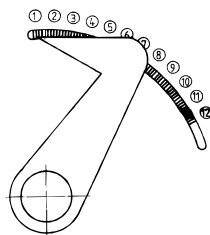

Abb. 20
1. Stufe Zeiger auf Raste 0,5 (Abb. 20)